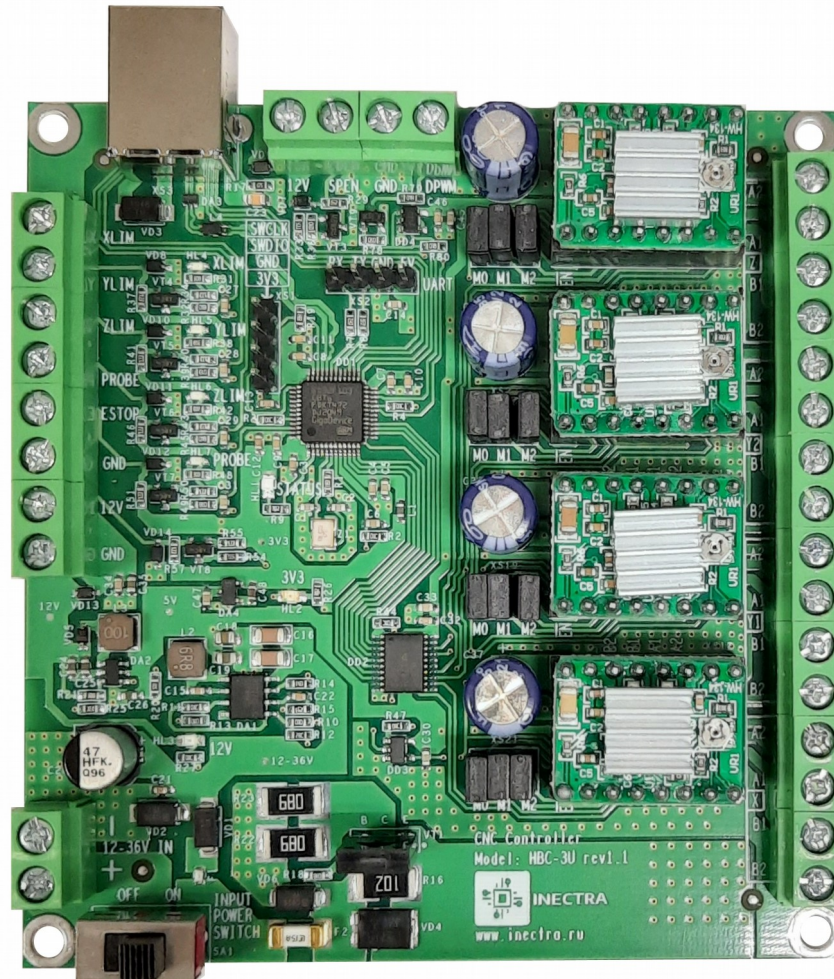

Рисунок 7: Подключение драйверов A4988
На рис. 7 представлено правильное подключение драйверов шаговых двигателей A4988. Во избежание ошибки на плате контроллера для каждого слота помечен вывод EN, который необходимо совместить с выводом EN драйвера.
**Примечание.** На рис. 7 для всех драйверов выставлен режим микрошага 1/16.